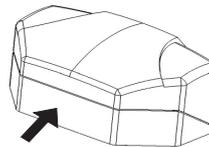

Рисунок 3
8.1 Снимите крышку извещателя, для чего нажав на заднюю стенку основания извещателя (рисунок 3), сдавите пальцами второй руки края крышки, в местах, указанных на рисунке 4, снимите крышку.